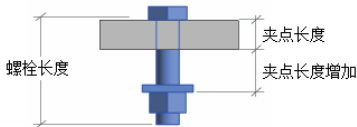

图 8-10 螺栓长度示意图
- 夹点长度增加：添加到计算的夹点长度，默认值为 0。螺栓长度示意图如图 8-10 所示。